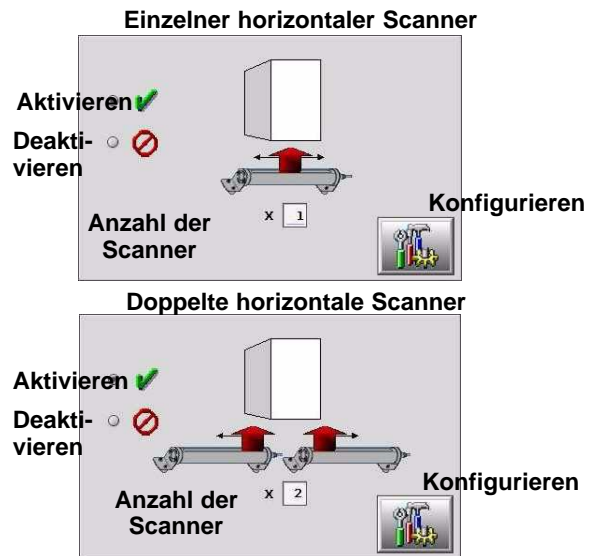

Abb. 3-24 Scanner für Ein/Aus-Positionierer aktivieren und einrichten
1. Siehe Abbildung 3-24. Die Scanner aktivieren, die Anzahl der Positioniererscanner eingeben (1 oder 2), dann das Schaltfeld **Konfigurieren** berühren.